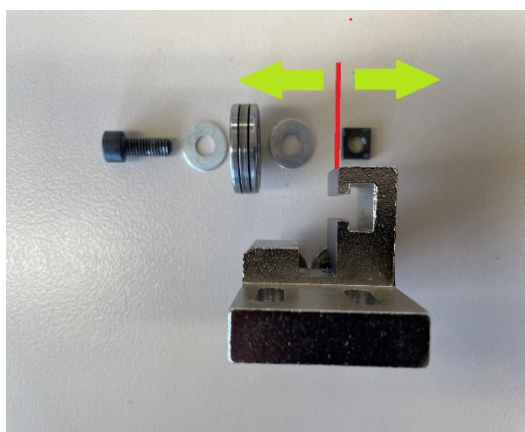

Figure 5
- Monter le roulement inférieur en plaçant les deux rondelles de chaque côté du roulement. (Fig 5)